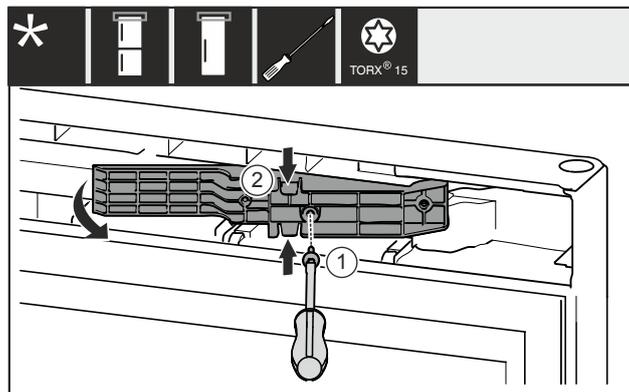

Fig. 13 *
- ▶ Rimuovere la vite Fig. 13 (1)*
- ▶ Comprimere leggermente l'adattatore Fig. 13 (2) in alto e in basso ed estrarlo.*